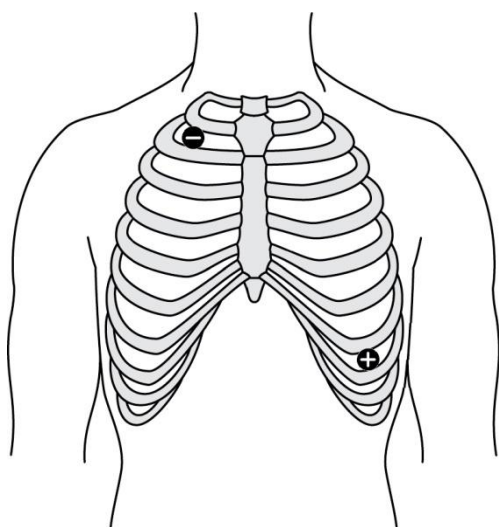

Рис. 38. Схема наложения электродов на туловище пациента для регистрации ЭКГ
- Для регистрации ЭКГ-сигнала используется один биполярный канал. Можно применять чашечковые электроды, предварительно заполненные токопроводящей адгезивной пастой, или одноразовые электроды с коннектором «кнопка» и соответствующими кабелями отведений. Согласно рекомендациям ААСМ, необходимо использовать модифицированное II стандартное отведение с наложением электродов на тело пациента в соответствии со схемой, представленной на рис. 38. Кожу пациента в местах установки электродов предварительно обезжирьте с помощью спиртовой салфетки. Наложённые чашечковые электроды дополнительно зафиксируйте медицинским пластырем (на коже) или используя пасту с высокими адгезивными свойствами (в случае густого волосяного покрова). Для этого поверх электрода и начального отрезка кабеля отведения положите небольшую марлевую салфетку, пропитанную пастой, плотно прижмите к электроду, дайте ей высохнуть. После завершения обследования остатки пасты удалите теплой водой. Подключите наложенные электроды кабелями отведений к блоку усилителя согласно монтажу.